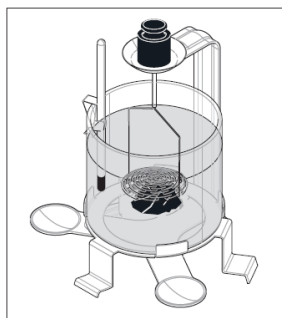

Figura 4.2-4
- Se la densità del solido da misurare è inferiore a quella del liquido ausiliario, utilizzare un supporto per solidi galleggianti (con pesi aggiuntivi se necessario). Immergere il solido da misurare completamente sotto la superficie del liquido ausiliario, controllare la figura 4.2-4.